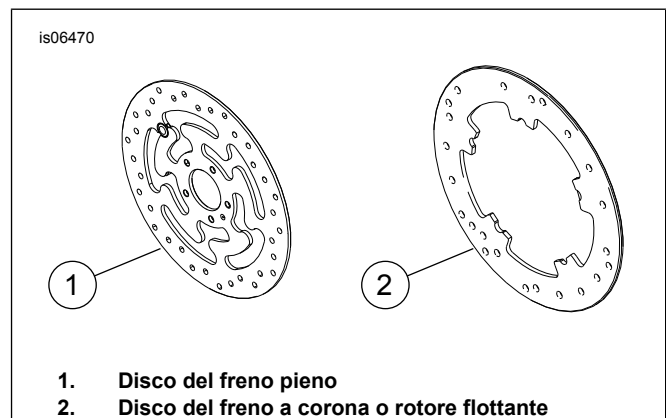

Figura 1. Tipi di dischi del freno anteriore
- Viti del disco del freno (Vedere la figura 1. e Tabella 1)